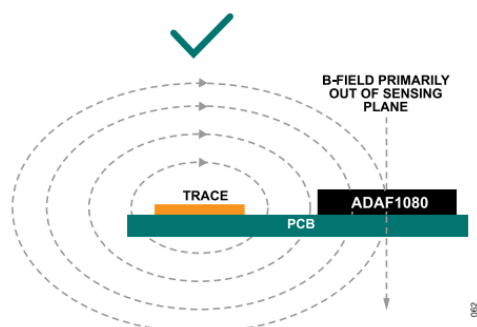

図 60. ADAF1080と同じ層に配線されたPCB上の電流経路パターン
2. ADAF1080に電流を供給するパターンは、ADAF1080と同じ層で配線します。1次近似では、その電流によって生じる磁界は、図60に示すようにADAF1080と垂直（パッケージの上面から通過）です。